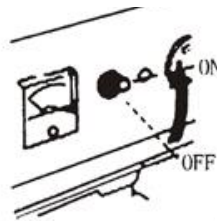

Рис. 59
10.2.2 Перевірте, чи стоїть перемикач змінного струму у позиції "ON" (Рис. 59).